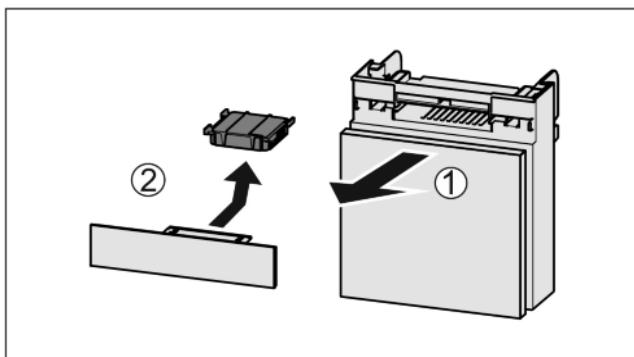

Fig. 53
- Вытянуть Fig. 53 (1) отделение движением вперед.
- Извлечь Fig. 53 (2) фильтра с активированным углем.